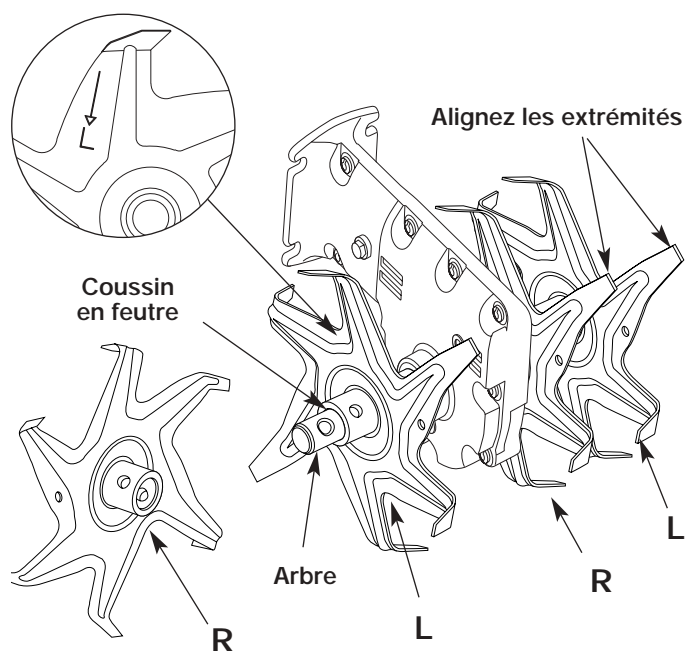

Fig. 16
7. Assurez-vous que les extrémités des dents sont alignées dans le même sens avant de replacer les axes à épaulement et leurs fixations (Fig. 16).